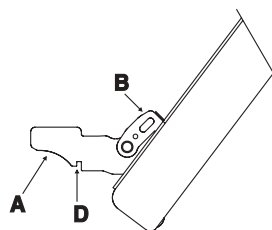

FIG. 6
- Ouvrez complètement la porte et soulevez les 2 leviers "B" (fig. 6) ;